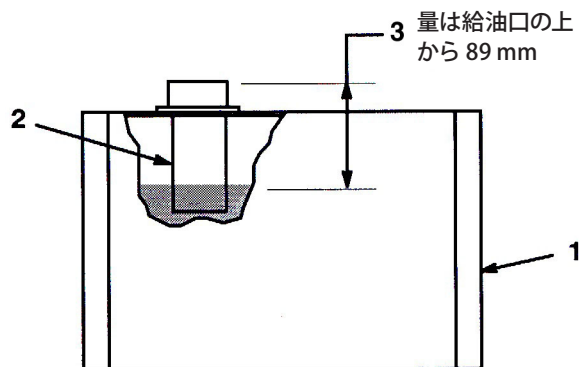

図 16
2. オイル・タンク上部にあるキャップを取って油量を点検する。補給口の根元から90 mm 程度下の位置に油面があれば適正とする (図16)。